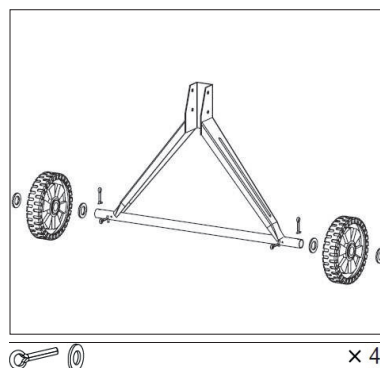

Fig.5
2. Montez ensuite les roues sur l'essieu. Montez une rondelle à gauche et à droite de chaque roue. Les roues sont ensuite fixées à l'aide d'une goupille de sécurité (Fig. 5).